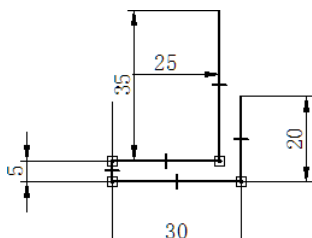

图 7.2.12 绘制直线（三）
Step6. 在“直线”工具条中 **长度(L):** 文本框中输入数值 35，在 **角度(A):** 文本框中输入数值 90，并按下 Enter 键，结果如图 7.2.12 所示。